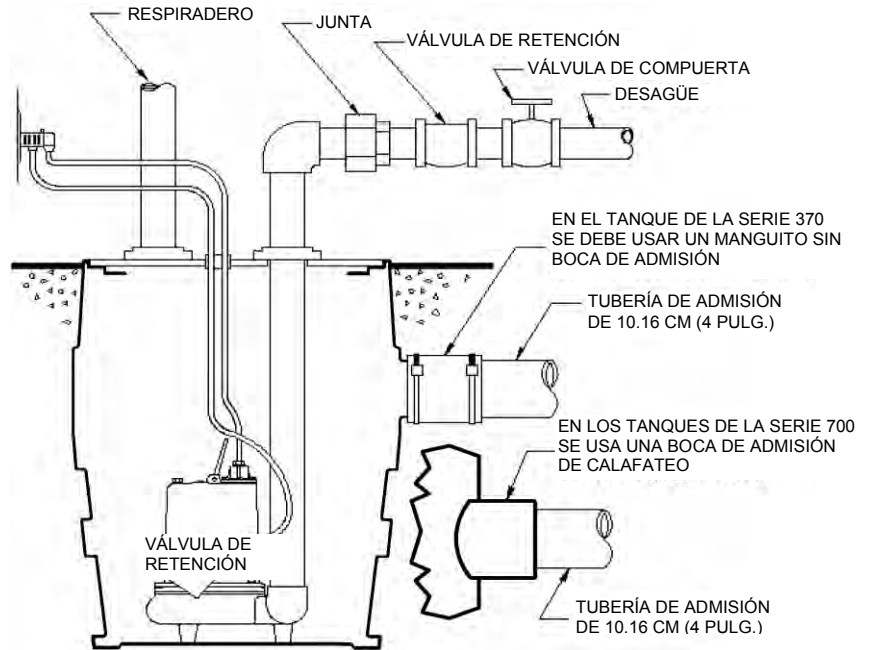

Fig. 2 – Instalación típica de un sistema simple
- A. **Sistemas simples (una bomba) (vea la Fig. 2):** Instale la bomba de forma que haya espacio suficiente entre las paredes de la cubeta y el flotador. Si se va a utilizar un flotador o dispositivo de control siga las instrucciones que lo acompañan. El nivel mínimo de apagado de la bomba no se debe fijar por debajo de los 15.24 cm (6 pulg.). Conecte la tubería de descarga a la salida roscada de la bomba. **IMPORTANTE: no reduzca el tamaño de la tubería de desagüe por debajo del tamaño de la salida de la bomba.** En las bombas de aguas residuales no debe ser inferior a 5.08 cm (2 pulg.). En ciertos casos hará falta aumentar el tamaño de la tubería para reducir las pérdidas por fricción. Comuníquese con Liberty Pumps o con una persona calificada si tiene preguntas sobre el tamaño de las tuberías y caudal apropiados. Monte la tapa en la cubeta y séllela bien. (Esta es sólo la instalación recomendada. Pueden presentarse variaciones).